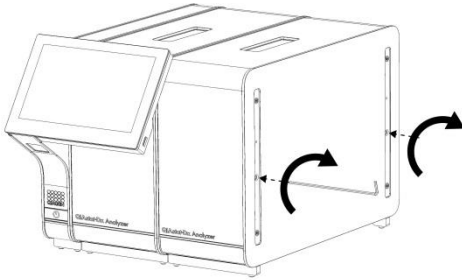

Figura 13. Alineación y acoplamiento del módulo analítico adicional.
4. Alinee el módulo analítico adicional con el módulo analítico existente. Apriete los tornillos con la herramienta de montaje del módulo analítico-operativo suministrada con el QIAstat-Dx Analyzer 1.0 (figura 13).